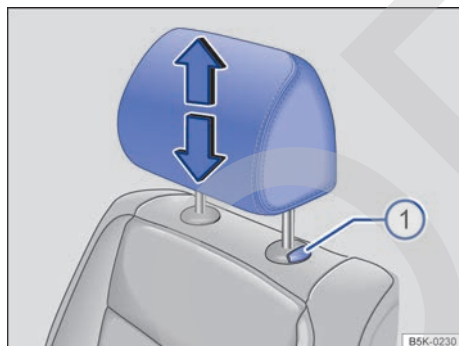

Fig. 76 Ajuste de los apoyacabezas delanteros.
- Desplace el apoyacabezas en el sentido de una de las flechas: o bien hacia arriba, o bien hacia abajo a la vez que presiona la tecla → fig. 76 ① → ⚠ en *Introducción al tema* de la pág. 92.